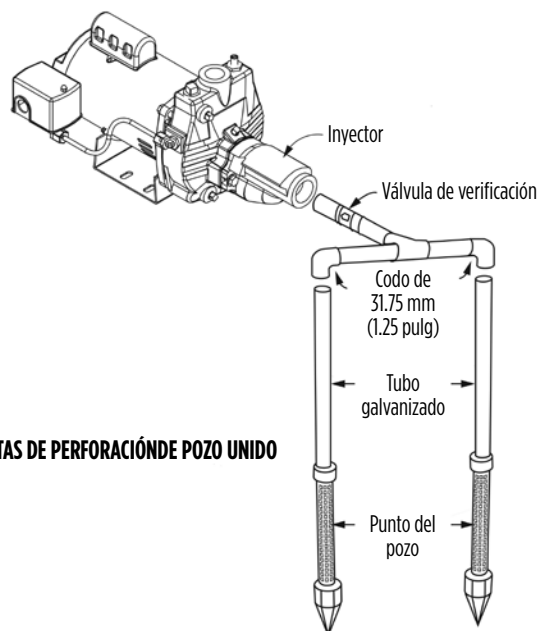

Fig. 8 - LA DOS PUNTAS DE PERFORACIÓN DE POZO UNIDO
- Introduzca la punta de perforación de pozo en el suelo de acuerdo con las instrucciones provistas con la punta de perforación de pozo. Debe introducirse a una profundidad suficiente de manera que atraviese la formación acuífera debajo del nivel freático pero sin exceder los 7.6 m (25 pies) de profundidad. Una sola punta de perforación de pozo puede no suministrar la cantidad de agua necesaria. A veces es necesario utilizar más de una punta de perforación de pozo para aumentar el suministro de agua. Las dos puntas de perforación de pozo individuales se pueden acoplar mediante la tubería adicional y una junta en cruz (ver Fig. 8).